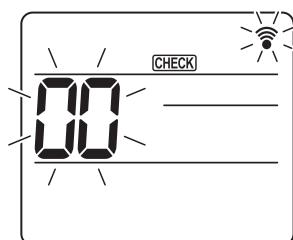
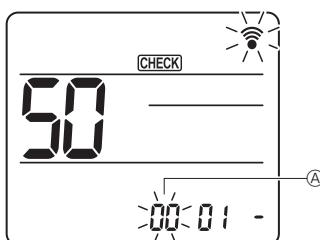
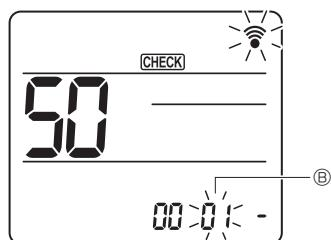
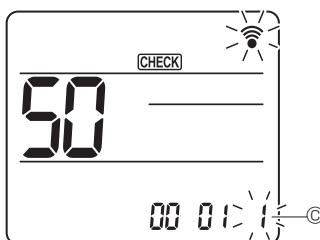

Fig. 7-16
Fig. 7-17
Fig. 7-18
Fig. 7-19
7.4.2. Mediante el mando a distancia inalámbrico (Fig. 7-16, Fig. 7-17, Fig. 7-18, Fig. 7-19)
① Vaya al modo de selección de función
(Inicie esta operación con la pantalla de estado del mando a distancia apagada). [CHECK] (COMPROBAR) se ilumina y "00" parpadea. (Fig. 7-16)
Pulse el botón **↓** para seleccionar el número de unidad **Ⓐ**. (Fig. 7-17)
Pulse el botón **↓** para seleccionar el número de modo **Ⓑ**. (Fig. 7-18)
Utilice el botón **↓** para cambiar el número de ajuste **Ⓒ**. (Fig. 7-19)